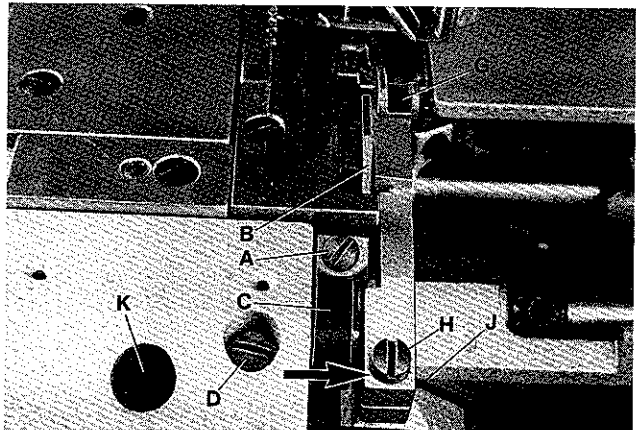
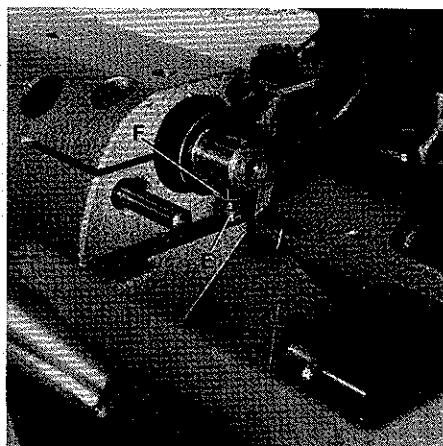
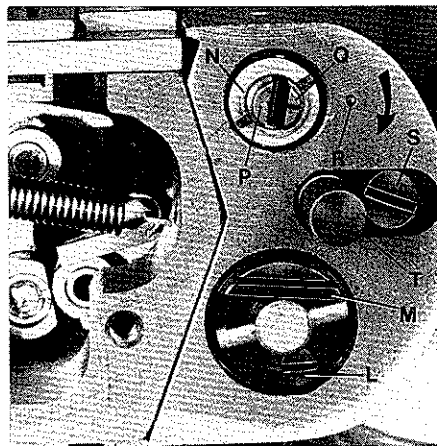

Fig. 50
Fig. 51
Fig. 52
Remove the edge guide. Loosen screw (A, Fig. 50) in lower knife holder (C) and move lower knife (B) up or down until its cutting edge is parallel and flush with throat plate top surface. Retighten screw (A).
**Note:** Lower knife holder (C, Fig. 50) is set at the factory so the cutting edge of lower knife is parallel with top surface of throat plate.
When replacing the lower knife holder it has to be set accordingly. Loosen screw (D, Fig. 50) and turn lower knife holder (C) until the cutting edge of lower knife is parallel with top surface of throat plate. Secure this setting with stop screw (E, Fig. 51) and lock nut (F) in lower knife holder. Retighten screw (D, Fig. 50).
Loosen screw (D, Fig. 50) and align the width of trim to the right needle by moving lower knife holder (C) laterally. If this adjustment is obstructed by the upper knife (G), loosen screw (H) and move the upper knife to the right. Retighten screw (D) and also screw (H) if loosened, after setting the lower knife.
Check after making this setting, if the upper knife holder (J, Fig. 50) can be moved in direction of the arrow (see Fig. 50) against the pressure of the spring. If this is not possible, loosen screw (H) and move the upper knife holder (J) accordingly to the right. Retighten screw (H).
Remove the cylinder cover and loosen screw (L, Fig. 52). Adjust by means of stop (M) the highest obtainable throw of upper knife. Retighten screw (L) and rotate pulley until the upper knife is in its down position.
Entfernen Sie die Stoffkantenführung. Lösen Sie die Schraube (A, Fig. 50) im Untermesserhalter (C) und schieben Sie das Untermesser (B) nach oben oder unten bis die Schneide parallel und auf gleicher Höhe mit der Stichplattenoberfläche steht. Ziehen Sie die Schraube (A) wieder an.
**Beachten Sie:** Der Untermesserhalter (C, Fig. 50) wird im Werk so eingestellt, daß die Schneide des Untermessers parallel zur Stichplattenoberfläche steht.
Beim Austausch muß ein neuer Untermesserhalter entsprechend eingestellt werden. Lösen Sie die Schraube (D, Fig. 50) und drehen Sie den Untermesserhalter (C, Fig. 50) bis die Untermesserschneide parallel zur Stichplattenoberfläche steht. Sichern Sie diese Einstellung mit der Anschlagsschraube (E, Fig. 51) und der Kontermutter (F) im Untermesserhalter. Ziehen Sie die Schraube (D, Fig. 50) wieder an.
Lösen Sie die Schraube (D, Fig. 50) und richten Sie durch seitliches Verschieben des Untermesserhalters (C) die Abschnittsbreite zur rechten Nadel entsprechend aus. Wird diese Einstellung durch das Obermesser (G) behindert, lösen Sie die Schraube (H) und schieben das Obermesser nach rechts. Ziehen Sie nach der Einstellung des Untermessers die Schraube (D) und gegebenenfalls die Schraube (H) wieder an.
Prüfen Sie nach dieser Einstellung, ob sich der Obermesserträger (J, Fig. 50) in Pfeilrichtung (siehe Fig. 50) entgegen der Kraft der Andrückfeder bewegen läßt. Ist dies nicht möglich, lösen Sie die Schraube (H) und drücken den Obermesserträger (J) entsprechend nach rechts. Ziehen Sie die Schraube (H) wieder an.
Entfernen Sie den Zylinderdeckel und lösen Sie die Schraube (L, Fig. 52). Stellen Sie mit dem Anschlag (M) den größtmöglichen Hub des Obermessers ein. Ziehen Sie die Schraube (L) wieder an und bringen Sie durch Drehen am Handrad das Obermesser in die unterste Stellung.
Adjust the lateral cutting pressure by turning nut (N, Fig.52). Turning the nut clockwise increases the cutting pressure, turning it counterclockwise acts the reverse.
To adjust the shear angle loosen screws (H and K, Fig.50). Set shaft (P, Fig.52) so, that mark (Q) on the shaft and mark (R) on cylinder are lined up.
Turning shaft (P, Fig.52) in direction of the arrow increases the shear angle, turning it against direction of the arrow decreases it. Retighten screws (H and K, Fig.50) and make sure that the settings described in paragraph "SETTING THE UPPER KNIFE" are not disturbed.
Remove cylinder cover. Loosen screw (S, Fig.52) and move push button (T) slightly back and forth until it engages as described. Retighten screw (S). If it is not possible to engage the push button with this adjustment, loosen screw (L, Fig.52) and turn stop (M) clockwise until the push button engages. Retighten screw (L). Remount cylinder cover. Reassemble edge guide and set it so the fabric edge is cleanly trimmed.
Der seitliche Schneiddruck wird durch Drehen der Mutter (N, Fig.52) eingestellt. Drehen der Mutter im Uhrzeigersinn erhöht den Schneiddruck, drehen im Gegenuhrzeigersinn vermindert ihn.
Zur Einstellung des Scherwinkels lösen Sie die Schrauben (H und K, Fig.50). Stellen Sie die Achse (P, Fig.52) so, daß sich die Markierungen (Q) auf der Achse und (R) am Zylinder gegenüberstehen.
Drehen der Achse (P, Fig.52) in Pfeilrichtung vergrößert den Scherwinkel, drehen in entgegengesetzter Richtung verkleinert ihn. Ziehen Sie die Schrauben (H und K, Fig.50) wieder an und beachten Sie, daß die im Abschnitt "EINSTELLUNG DES OBERMESSERS" beschriebenen Einstellungen erhalten bleiben.
Entfernen Sie den Zylinderdeckel. Lösen Sie die Schraube (S, Fig.52) und bewegen Sie den Druckknopf (T) leicht hin und her bis er wie oben beschrieben einrastet. Ziehen Sie die Schraube (S) wieder an. Läßt sich der Druckknopf durch diese Einstellung nicht einrasten, lösen Sie die Schraube (L, Fig.52) und drehen den Anschlag (M) im Uhrzeigersinn bis der Druckknopf einrastet. Ziehen Sie die Schraube (L) wieder an. Montieren Sie den Zylinderdeckel wieder. Bauen Sie die Stoffkantenführung wieder ein und stellen Sie sie so, daß die Stoffkante sauber beschnitten wird.